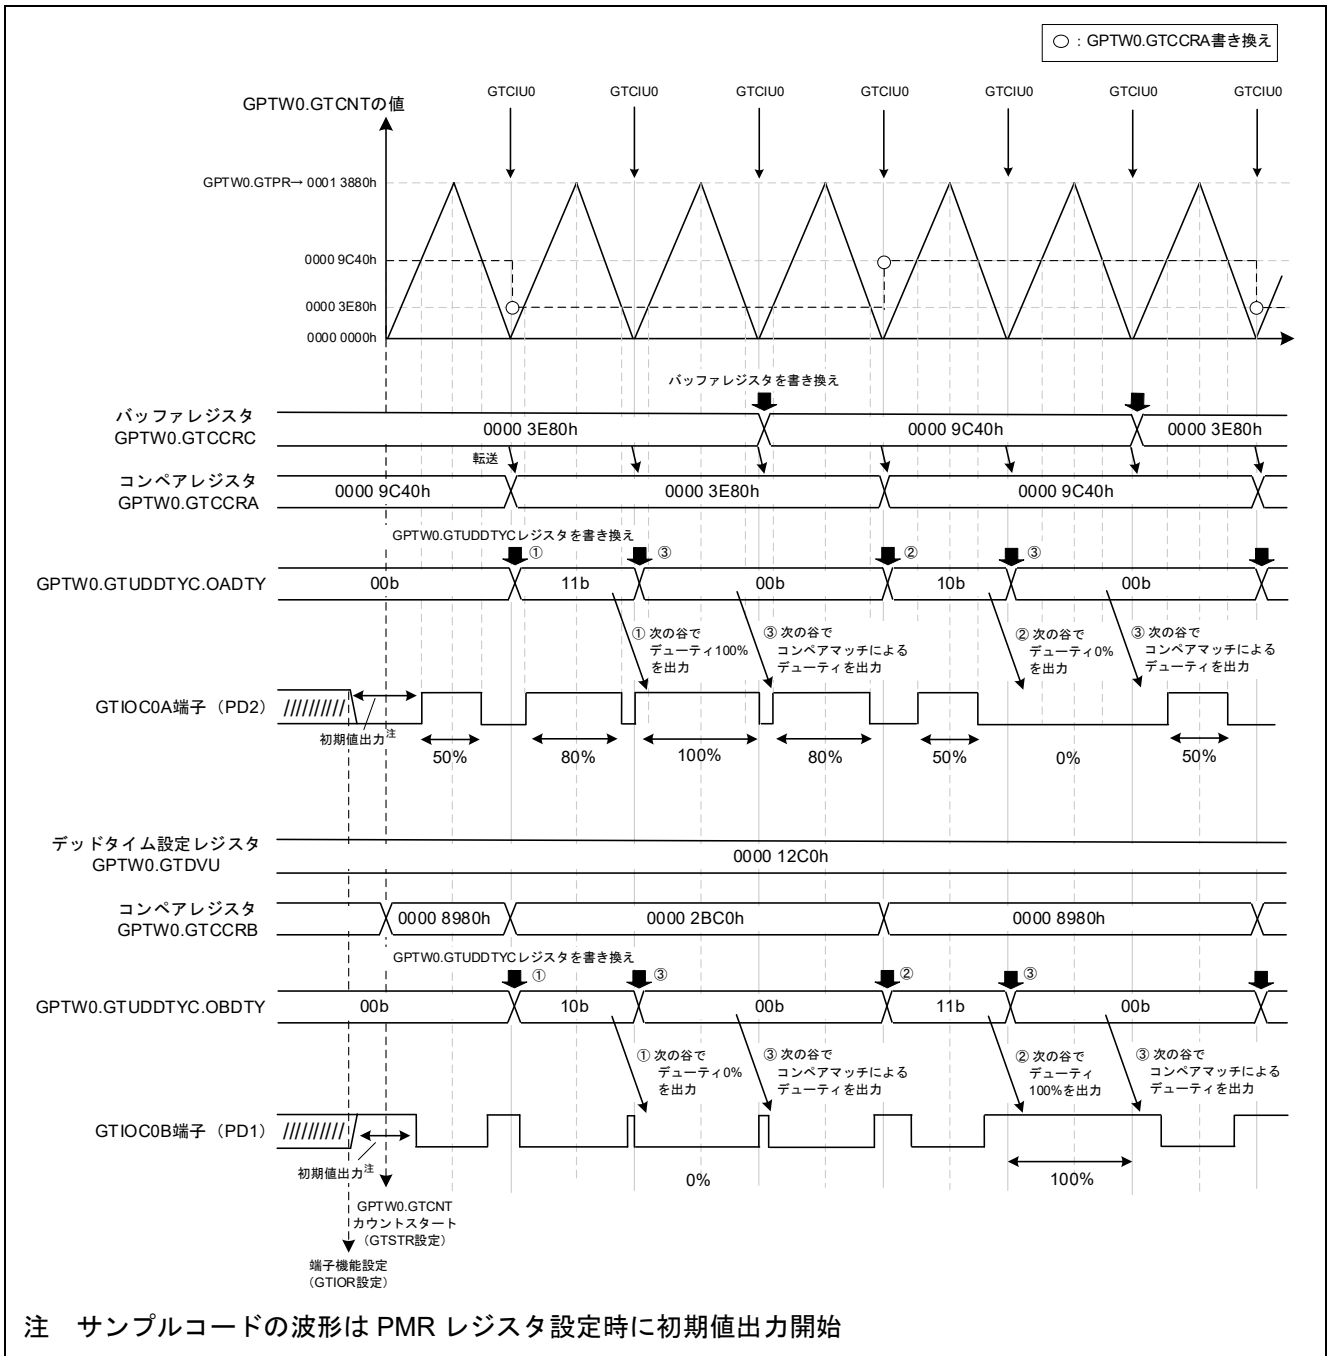

図 4-114 サンプルコードの動作
- デューティの変更タイミングの詳細は図 4-114 を参照
本サンプルコードの動作を図 4-114 に示します。周期ごとにデューティの設定を変更するため、GTCNT カウンタのアンダフロー割り込み (GTCIU0) でバッファレジスタ GTCCRC の値を書き換え、GTCNT カウンタのアンダフロー発生時にバッファレジスタの値を GTCCRA へ転送する動作を基本としています。
- デューティ 100% の出力 (図 4-114 ①)
- デューティ 0% の出力 (図 4-114 ②)
- デューティ 100% および 0% からの切り替え (図 4-114 ③)